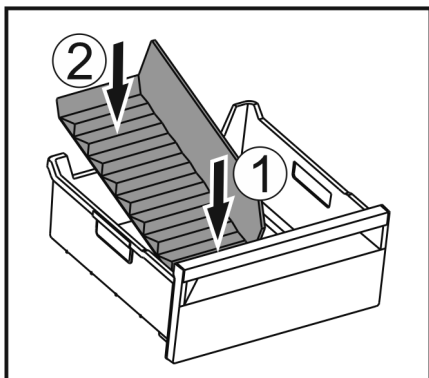

Fig. 103
- Voorste deel van de ijsvak-scheider plaatsen. Fig. 103 (1)
- Achterste deel van de ijsvak-scheider tot de bodem van de lade laten zakken. Fig. 103 (2)